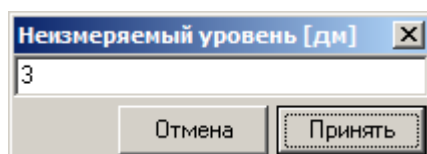

Рис. 21. Окно редактирования коэффициента усреднения уровня.
3. в окне (рис. 21) ввести новое значение в дециметрах и нажать кнопку **Принять**.